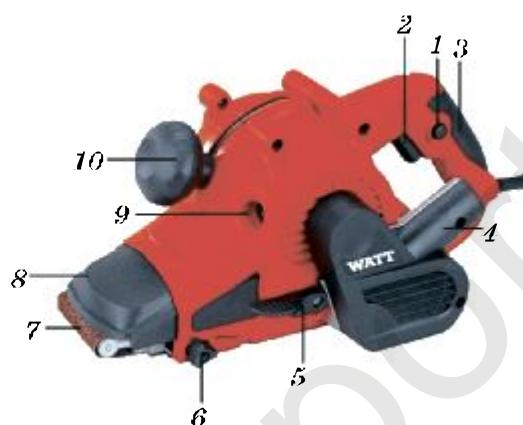

Рис. 20. Устройство полировальной машины:
**Полировальная машина** предназначена для шлифовки и полировки деревянных, металлических, пластмассовых, каменных, стеклянных поверхностей изделий и широко применяется в различных отраслях производства и строительства, а также в домашнем хозяйстве (рис. 20).